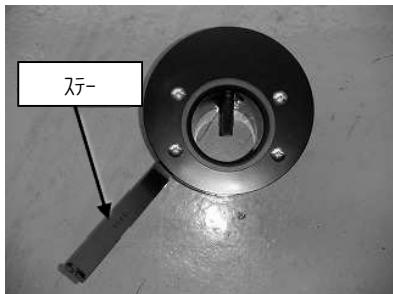

図 8
- ②図8、9、10を参考にエアフロアダプター、アダプター、整流プレート、ステー、カラーを、ボタンボルトM6×20とM6×50、ナットを使用して組み立てます。